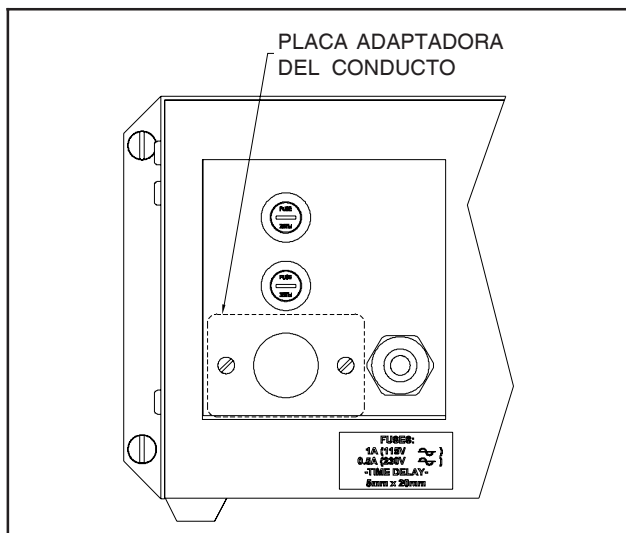

Figura 9b: Instalación de la placa del adaptador del conducto
3. Instale la placa adaptadora del conducto (que se incluye) en el orificio de donde quitó el receptáculo de entrada de CA (vea la Figura 9b).